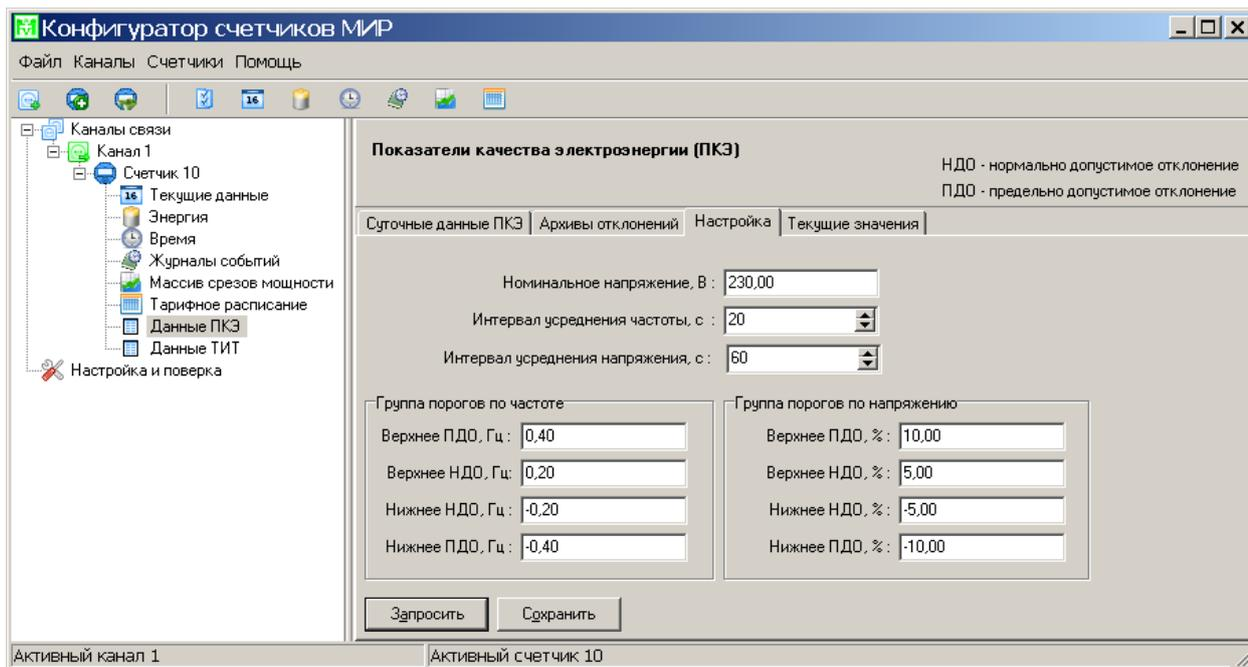

Рисунок 3.53
3.3.21.4 Вкладка *Настройка* (рисунок 3.53) позволяет считать текущую конфигурацию для ПКЭ с помощью кнопки *Запросить*, а также редактировать и записывать в счетчик (при нажатии кнопки *Сохранить*) новую конфигурацию ПКЭ.
Наименования и описания основных параметров конфигурации ПКЭ (рисунок 3.53) приведены в таблице 3.13.